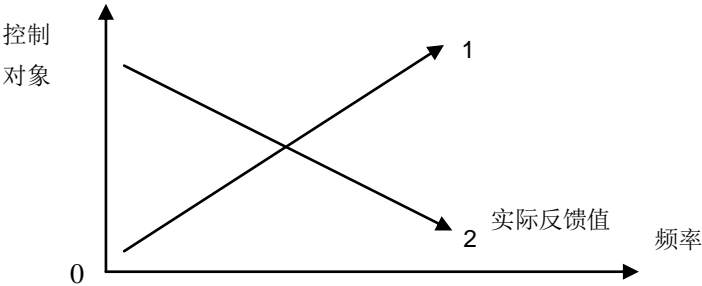

图 6-41 作用方向
- 在恒压供水系统中，当用水量增加时，需保持压力恒定，频率随之增加；反之，所需频率下降，如图 6-41 中 1 号线所示。
- 在冷却系统中，当反馈值大于设定值时，所需频率增加。反之，频率下降。如图 6-41 中 2 号线所示。